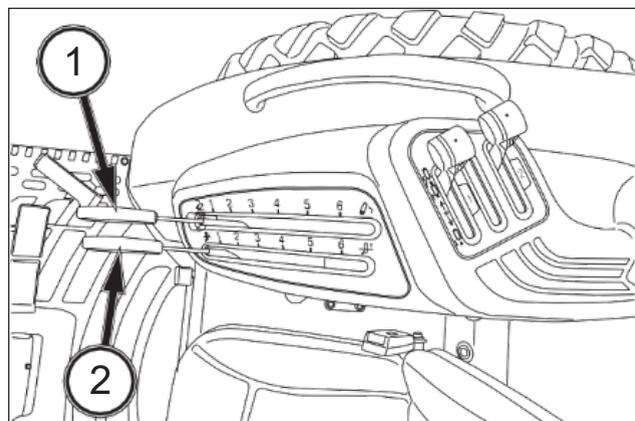

FIG. 76
FIG. 76: Posiciones de la palanca. Utilice la palanca de control de posición (1) para levantar y bajar el equipamiento y la palanca de control del esfuerzo (2) para ajustar la profundidad de laboreo y la sensibilidad del sistema en el suelo.